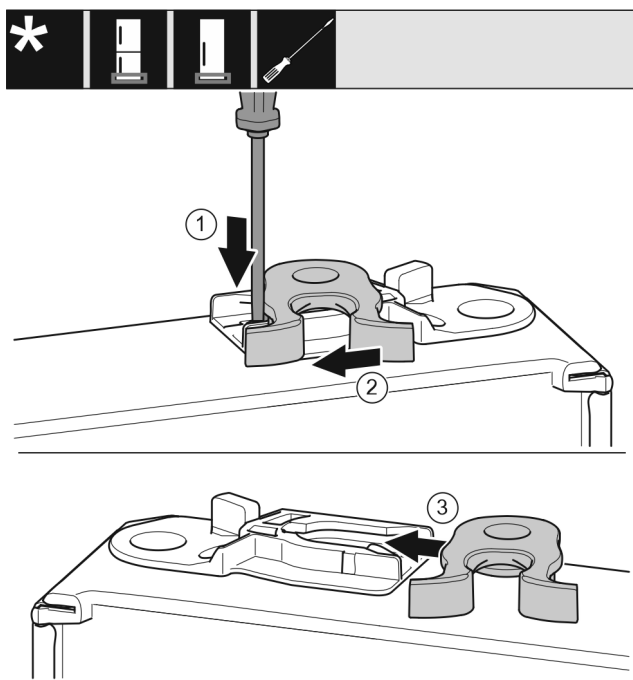

Fig. 19
- ▶ Tryck ner skenan *Fig. 19 (1)* med spårskruvmejsel.
- ▶ Dra stängningskroken *Fig. 19 (2)* ur styrningen.
- ▶ Skjut in stängningskroken *Fig. 19 (3)* på styrningens andra sida.